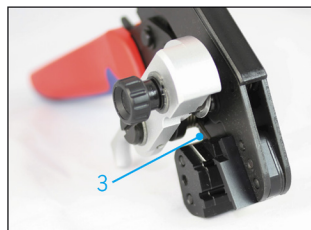
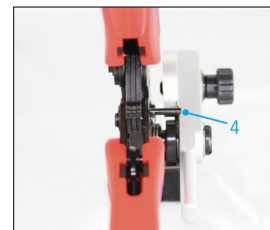

Abb. 8
Abb. 9
- Neue Schneideinrichtung in den Zangenkörper so einsetzen, dass sich das abgewinkelte Ende der Rückholfeder (3, Abb. 8) hinter der unteren Zangenmatrize befindet und der Grundkörper der Schneideinrichtung vor dem Anschlagstift sitzt (4, Abb. 9)